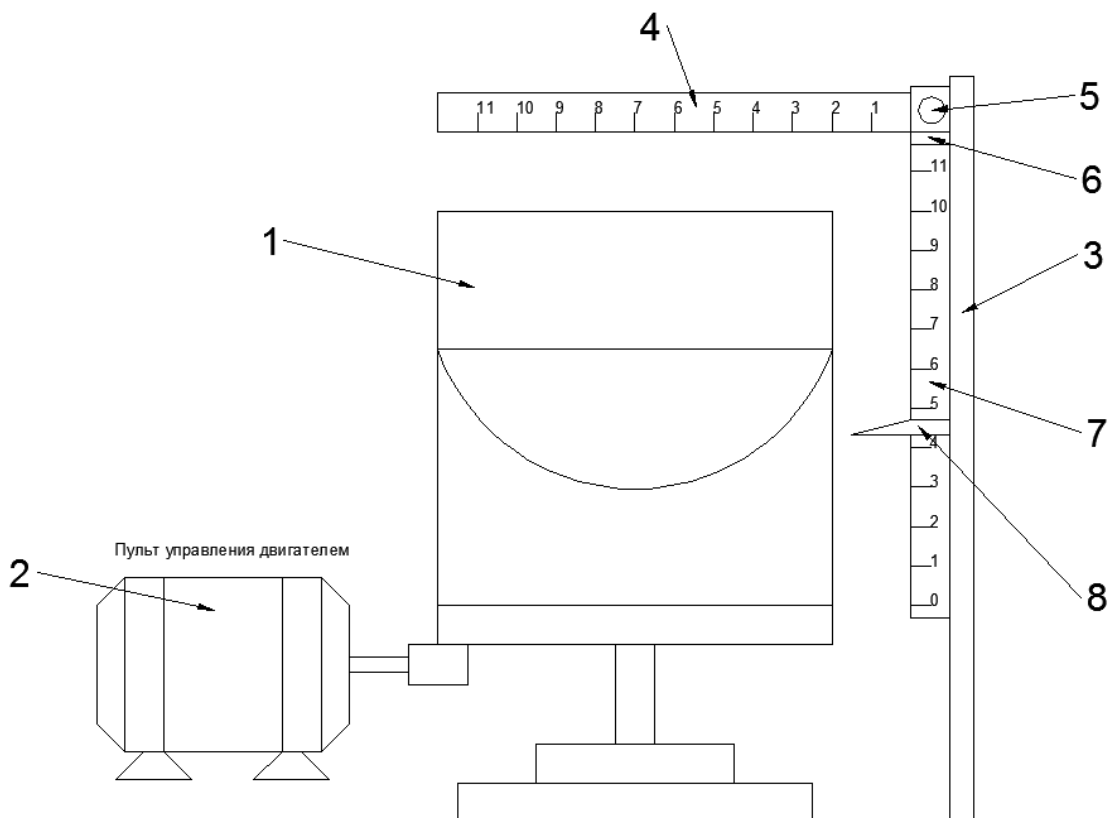

Рис. 1 Схема реальной лабораторной установки
Сосуд с жидкостью 1 приводится во вращение от электродвигателя 2 через червячную передачу. На стойке 3 укреплен винт 5, вдоль которого расположена горизонтальная линейка 4. На винте 5 установлена каретка 6 с вертикальной подвижной линейкой 7, которая нижней частью соединяется с иглой 8. Таким образом, игла имеет возможность перемещаться вдоль горизонтальной оси X и вертикальной оси Z (см. Рисунок 1). В виртуальной лабораторной работе используется упрощенная установка, в которой отсутствуют стойка 3 с укрепленными на ней измерительными линейками. Они заменены на линейку, которую можно вызвать, нажав на пиктограмму.
- график и эпюра, образцы которых приведены на рис. 1 и 2